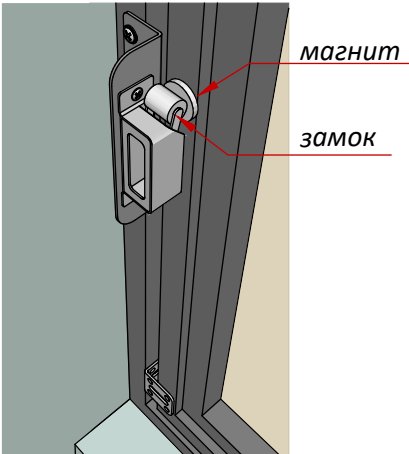

Рис. 14
7. Настройте взаимодействие магнита (10) с замком (Рис.14).
8. Если Вам удобно открывать люк с помощью замка, тогда нужно убрать стопорные уголки (4). Если Вам удобно открывать люк нажатием со стороны петли, тогда можно убрать замок или утопить вглубь, и оставить стопорные уголки как упор.
9. Поместите в отверстия креплений заглушки (11).